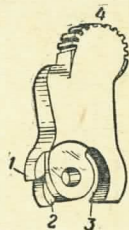

Рис. 62. Курок:
**Курок** (рис. 62) служит для сообщения движения ударнику. Курок имеет: сверху — **насечку** для взведения курка рукой; внизу — два **выступа**: верхний — **предохранительный взвод**, нижний — **бое-**